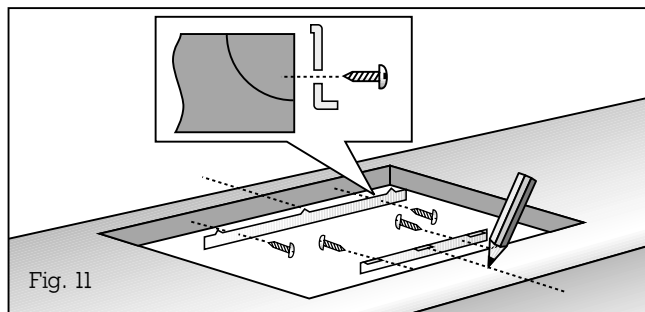

Fig. 11
- **Repérez avec précision le milieu de la découpe.** Fixez le rail de fixation long sur le bord arrière et le rail court à l'avant de la découpe. Vérifiez que les ergots du rail de fixation reposent sur le plan de travail et que la marque du milieu du rail coïncide exactement avec la marque du milieu du plan de travail (fig. 11).